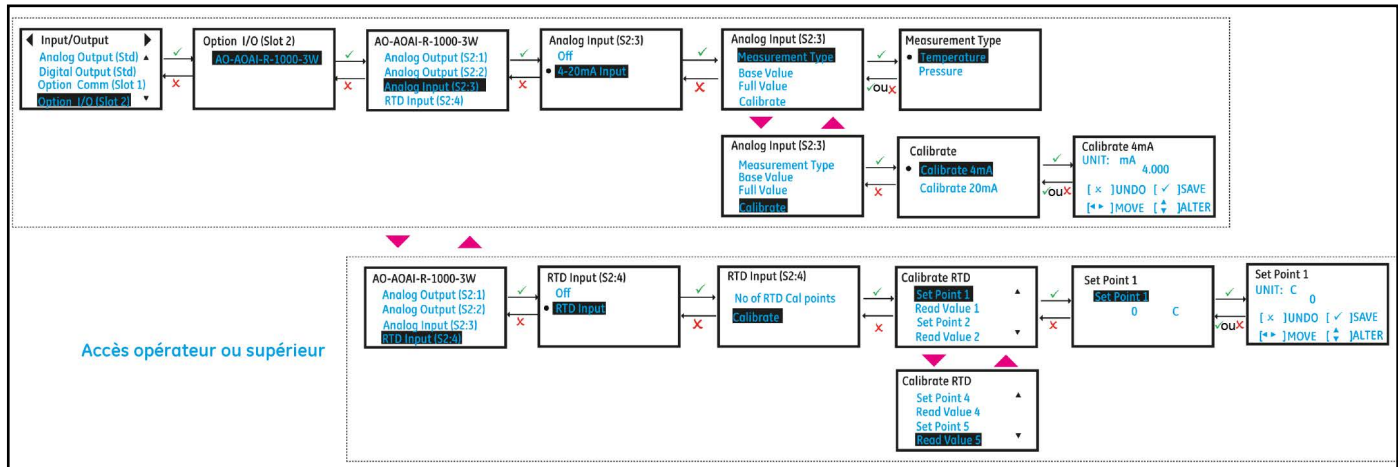

Figure 39 : Configuration des options E / S : entrée analogique / entrée RTD
4. Si vous connectez une entrée analogique, choisissez l'option **[4-20mA]**. Dans la Figure 39, vous trouverez ci-dessous les options disponibles.
2. Suivez les étapes décrites dans la section « Page de connexion et page principale » pour accéder à la page des paramètres *Entrée/Sortie*. Se référer à *Figure 39* ci-dessus, mettez en surbrillance *Option I/O (Slot 2)* [Option E / S (Emplacement 2)] et appuyez sur *Enter* [ENTRÉE].